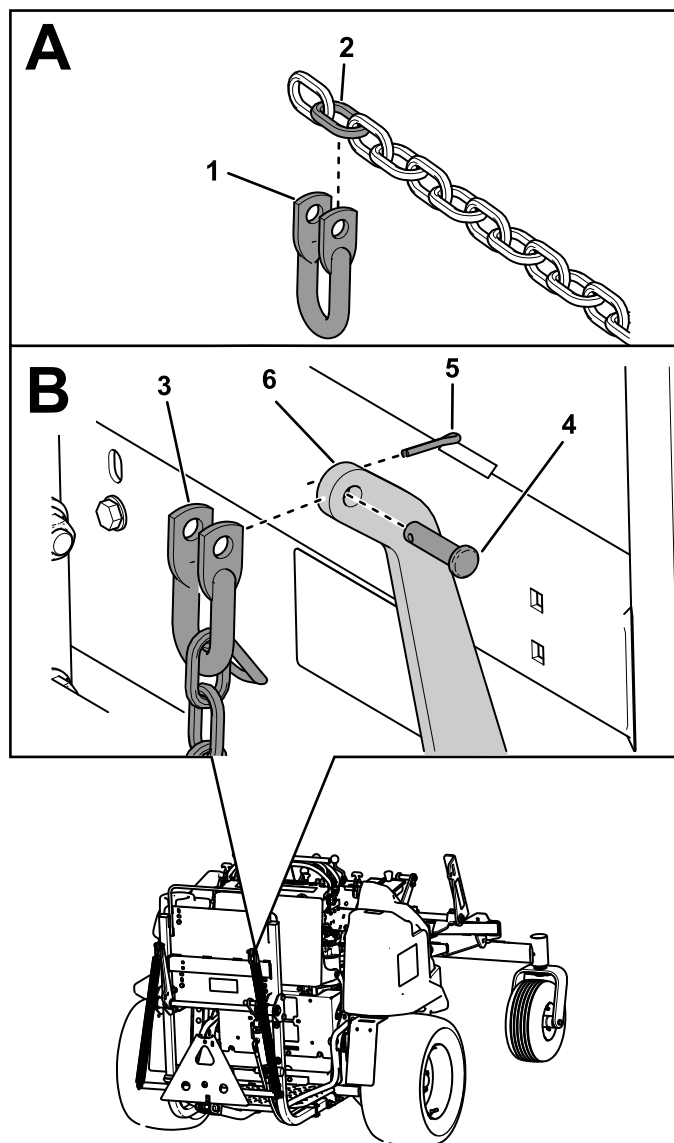

図 9
1. 後昇降用の長いチェーンの 2 番めのリンクを、昇降フレームの一番上に接続するシャックル、クレビスピン、コッターピンを使用する図 9。